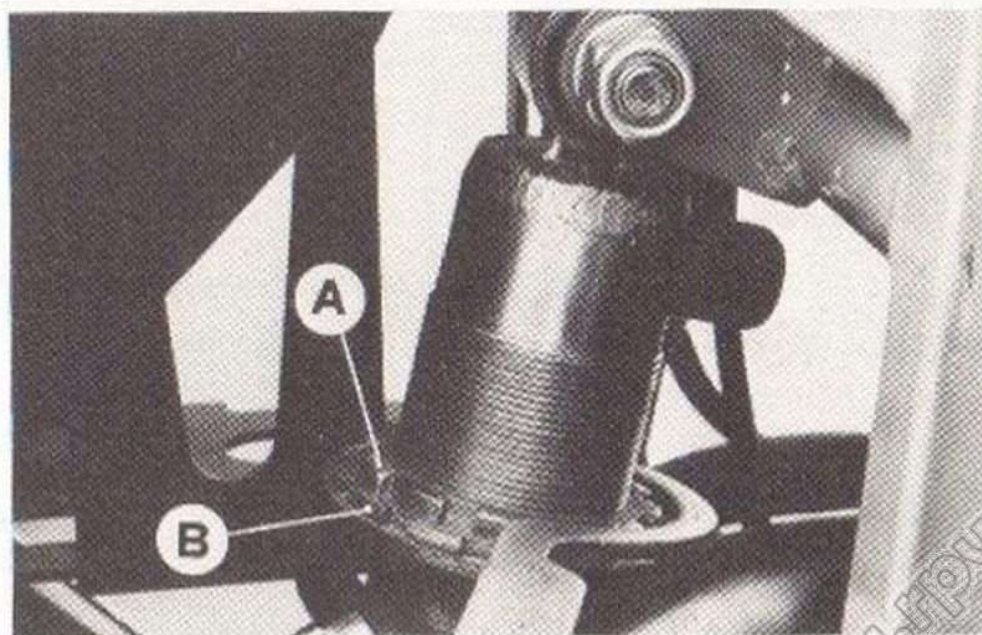

Fig. 31
MANUTENZIONE E REGOLAZIONE AMMORTIZZAZIONE POSTERIORE	<p>Se si notano perdite di olio occorre smontare e sostituire i paraoli che determinano la tenuta tra fodero e stelo e ripristinare il quantitativo di olio. Per far fuoriuscire l'olio occorre svitare il tappo a vite posto nella parte inferiore (D) in posizione anteriore dei foderi. (vedi fig. 30-30 bis).</p> <p>Per la carica dell'olio inserirlo attraverso i tappi degli steli, posti nella parte superiore degli stessi.</p> <p>Esso, generalmente, non necessita di alcuna manutenzione. Si tratta di un ammortizzatore idropneumatico con molla a precarica regolabile, agendo sulle 2 ghiera (a) e (b) poste nella parte superiore dell'ammortizzatore. L'allentamento ed il riserraggio delle ghiera, va eseguito con la apposita chiave in dotazione. (vedi fig. 31).</p>